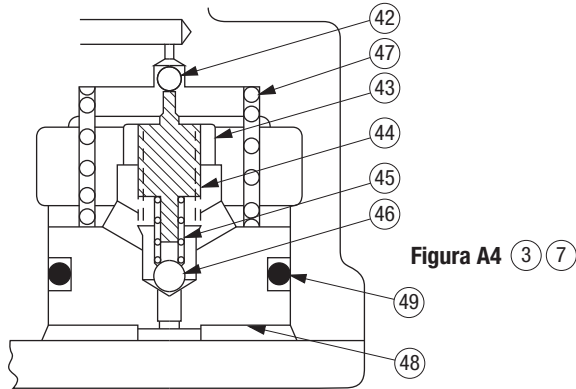

Figura A4 ③ ⑦
La válvula de alivio de presión baja está configurada demasiado baja.	Consulte Configuración de alivio de baja presión, figura A4 en la sección Reparaciones de este manual.
El pistón del piloto no avanza libremente.	Consulte el diagrama Sistema hidráulico (7). Consulte Configuración de alivio de baja presión, figura A4 en la sección Reparaciones de este manual. Limpie e inspeccione los elementos 42 a 49. Reemplace las piezas según sea necesario.
Consulte la figura A4. Baje el vástago (44) hasta tocar levemente la esfera (46). Luego, retroceda el vástago 3-1/2 giros. Ajuste la tuerca (43). La configuración de presión resultante debe ser aproximadamente 19 bar (280 psi).